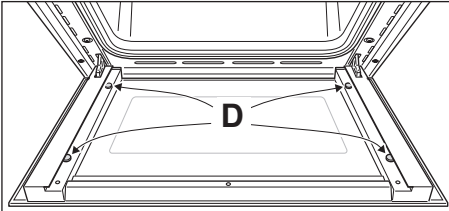

Abb. 7.26
- Überprüfen Sie, ob sich die vier Abstandhalter "D" in ihrer Position befinden (Abb. 7.26).